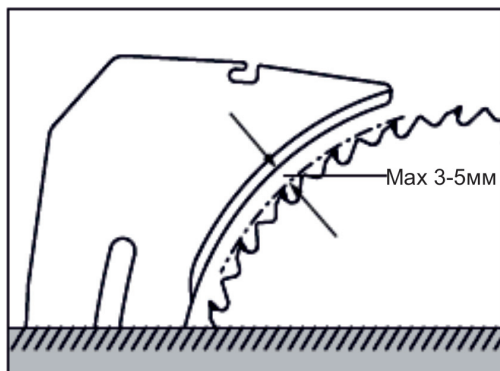

Рис. 27
6. После установки диска проверьте зазор между диском и расклинивающим ножом. Он должен составлять максимум 3-5мм (рис. 27). Для регулировки зазора ослабьте винты крепления расклинивающего ножа и отрегулируйте зазор. Зафиксируйте винты крепления расклинивающего ножа.